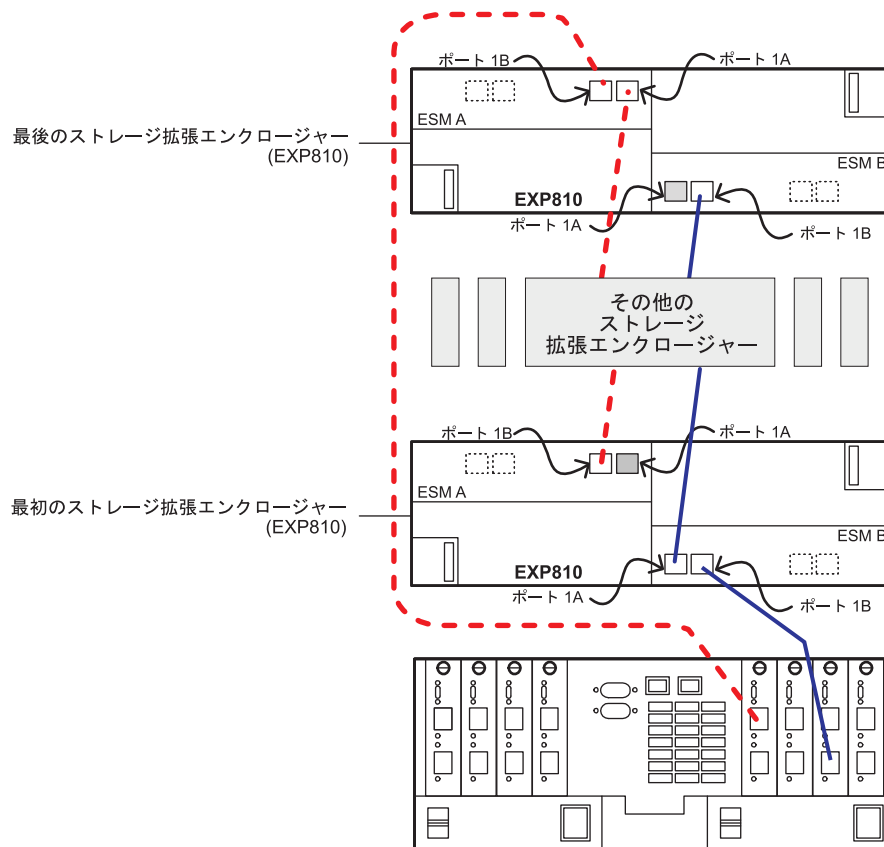
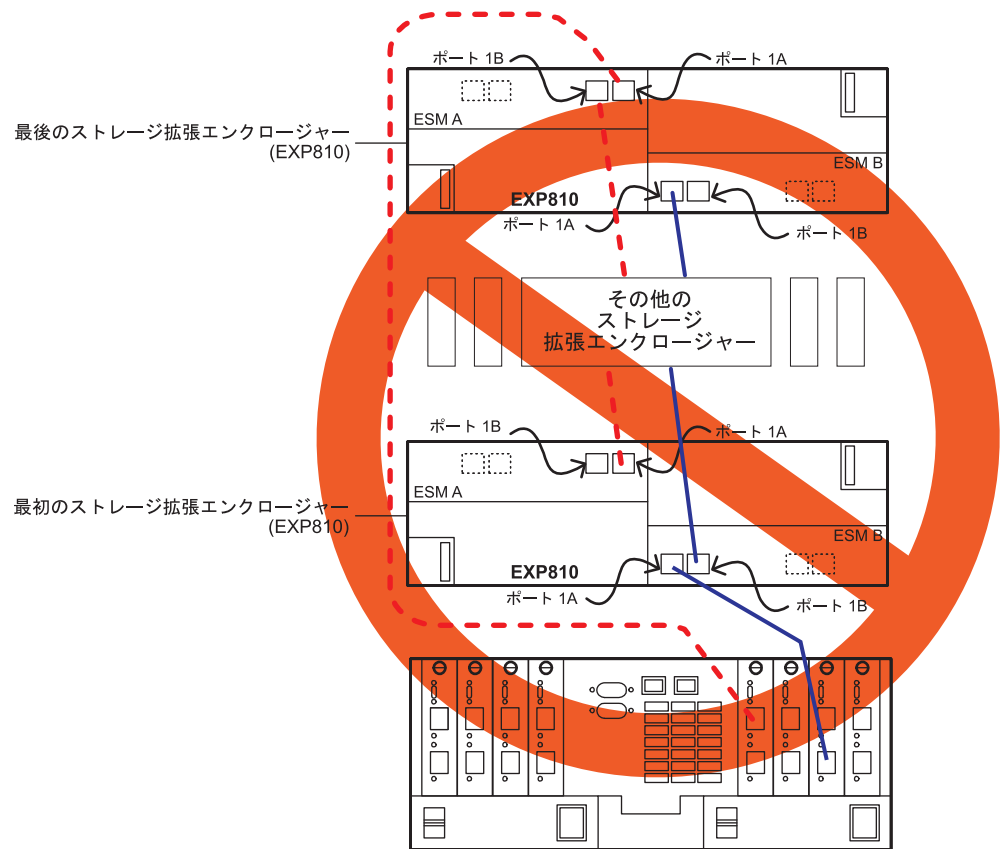

図 15. EXP420/EXP520/EXP810/EXP5000 ストレージ・エンクロージャーのポート 1B へのサ
図 16. EXP420/EXP520/EXP810/EXP5000 ストレージ・エンクロージャーのポートへのサポートされないケーブル接続
- ストレージ・サブシステムのドライブ拡張ポートは常に EXP420/EXP520/EXP810/EXP5000 ストレージ・エンクロージャー・ポート 1B に接続する必要があります。66 ページの図 15 は、EXP420/EXP520/EXP810/EXP5000 ストレージ・エンクロージャーの 1B ポートがストレージ・サブシステムのドライブ拡張ポートに正しくケーブル接続されている例です。67 ページの図 16 は、ストレージ・サブシステム・ドライブ拡張ポートから、1A というラベルが付けられた正しくない EXP420/EXP520/EXP810/EXP5000 ストレージ・エンクロージャー・ポートへ接続されている、正しくないケーブル接続の例です。